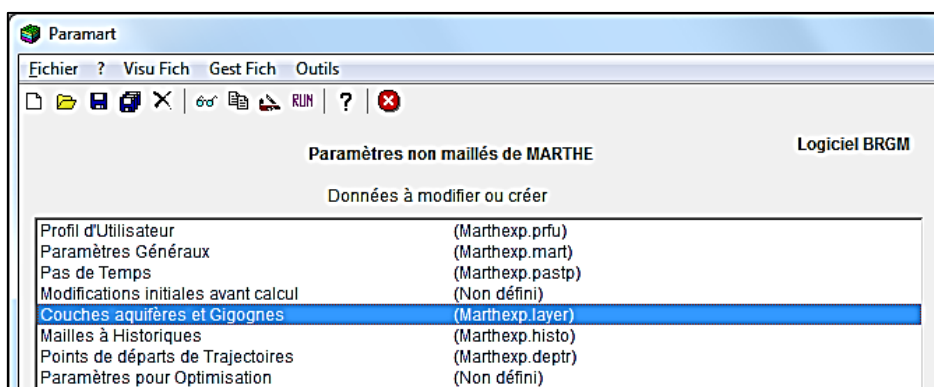

Figure 78 – Sélection du paragraphe « Couches aquifères et gigognes ».
- Les autres paramètres sont définis *via* le module de « Gestion des données non maillées », accessible par le bouton **PAR** de la barre d'outils du bas du cadre de WinMarthe, en sélectionnant la ligne « Couches aquifères et gigognes » (Figure 78).